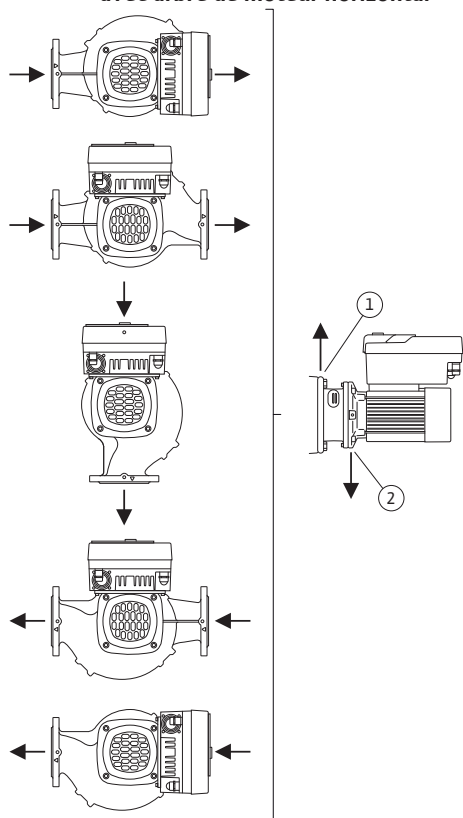

Fig. 8: Positions de montage autorisées avec arbre de moteur horizontal
La Fig. 8 illustre les positions de montage autorisées avec arbre de moteur horizontal et module électronique vers le haut (0°).
La purge de la pompe n'est assurée que si la soupape d'échappement est orientée vers le haut (Fig. 8, pos. 1).
Seule cette position (0°) permet d'évacuer les condensats par les orifices existants, la lanterne de pompe et le moteur (Fig. 8, pos. 2).